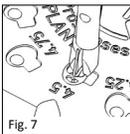

Fig. 7
■ **Fig. 7/8** Titan-lukketangen (REF 8000 137) skal anvendes til lukning af hovedpladen! Ved hjælp af lukketangen (REF 8000 137) bliver bøjljen inden i protesens hovedplade rettet ud, så den er lige, hvorved hovedpladen fastgøres på protesens skaft (Fig. 7).